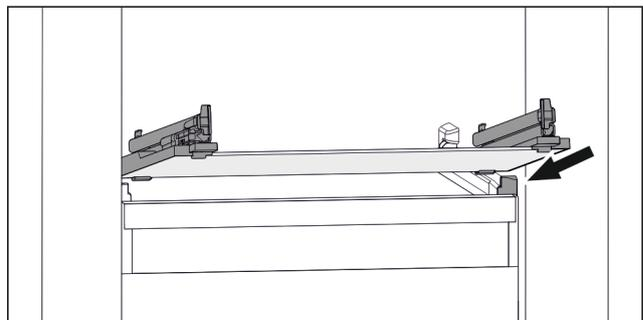

Fig. 119 Beispielhafte Darstellung der Glasplatte
- ▶ Glasplatte schräg hinter den Stopperr aufsetzen. (siehe Fig. 119)